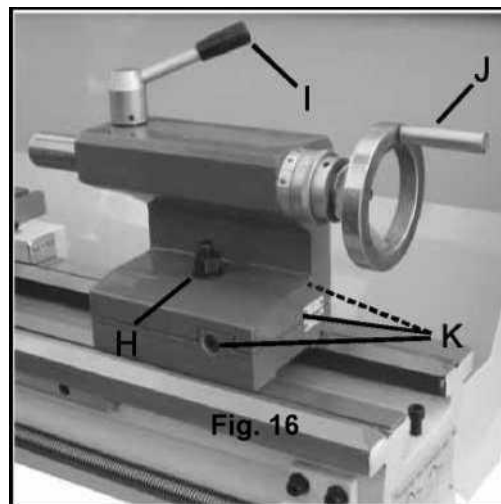

Рис. 16
17. Зажимной винт задней бабки (H, рис. 16)
18. Зажимной рычаг пиноли задней бабки (I, рис. 16)
19. Маховик поперечного хода пиноли задней бабки (J, рис. 16)
20. Регулировка смещения задней бабки (K, Рис. 16)